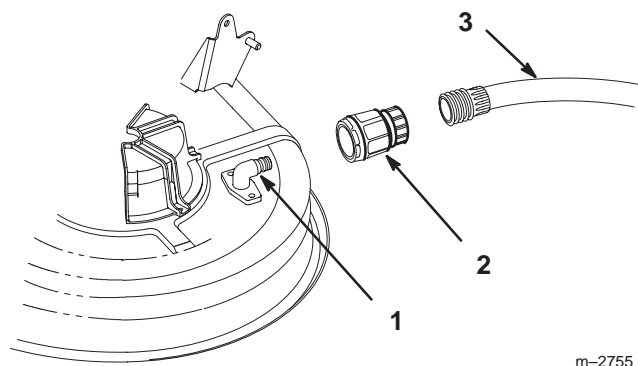

Figure 52
2. Vissez le raccord de lavage sur un tuyau d'arrosage, branchez-le à l'embout de lavage du carter de tondeuse, et ouvrez l'eau en grand (Fig. 52).